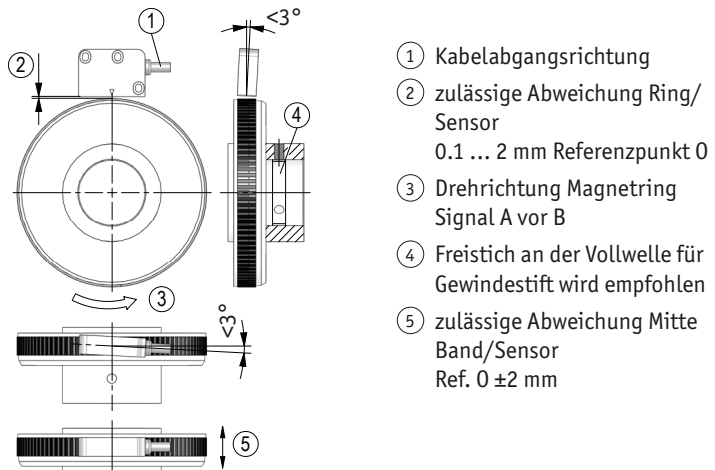

Abb. 8: Definition der Zählrichtung mit Magnetring und Montage Sensor/Magnetring, Abstandsmaße, Toleranzen
3. Ein Wellenfreistich entsprechend **Abb. 8** wird empfohlen.